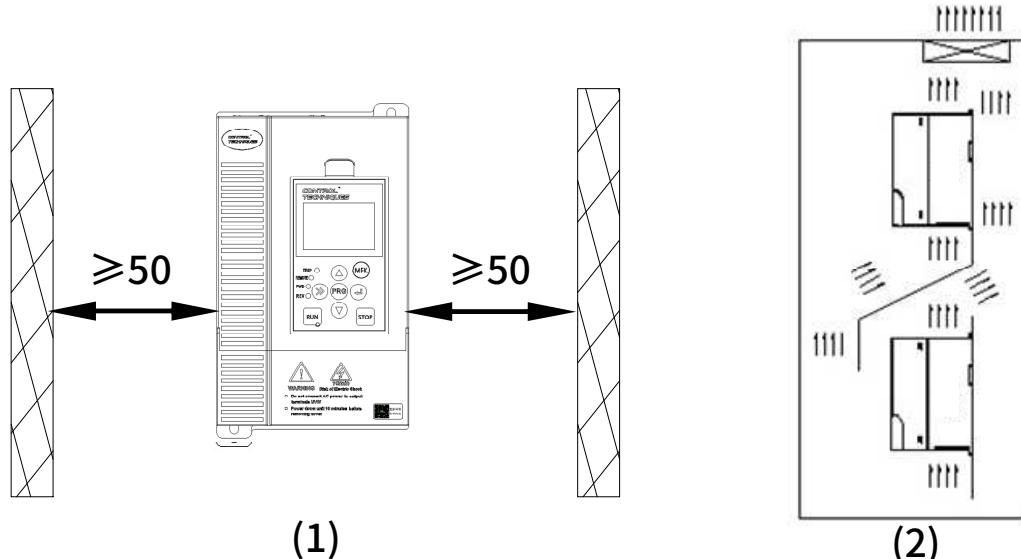

图 3-1 (1) 安装方向和空间 (2) 上下安装示意图
为了不使变频器冷却效果降低，请一定要纵向安装，如图 3-1 (1) 所示，并确保一定的空间。
变频器在柜内上下安装时，中间请加导流板，如图 3-1 (2)所示。